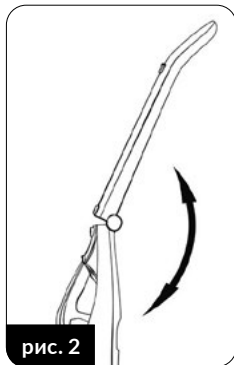

рис. 2
4. Разложите блок держателя (2) и зафиксируйте его в выдвинутом положении (рис. 2). Складывание держателя возможно после нажатия кнопки (3).